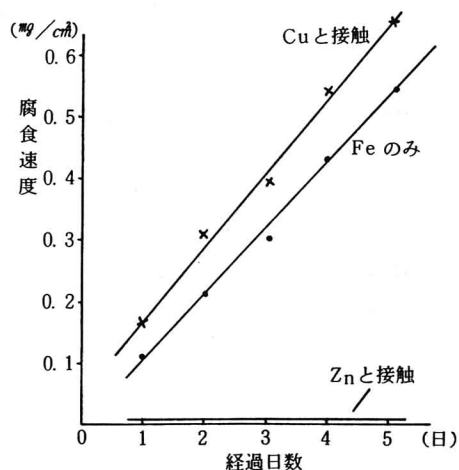

図3 異種金属の接触による鉄の腐食速度
(1) 方 法
- ① 鉄板、銅板、亜鉛板の表面を紙ヤスリでよく磨き、乾いた布でふきとる。
- ② 鉄板(7.5cm×4.5cm)15板、銅板・亜鉛板(4.5cm×4.5cm)各々5枚準備し、各金属の質量を測定する。
- ③ 200mlビーカー5個に鉄板を、5個には銅板を接触させた鉄板を、5個には亜鉛板を接触させた鉄板を入れ、各々に5%食塩水を鉄板が全部ひたるまで入れる。
- ④ 一日ごとにビーカーより鉄板のみ、亜鉛板と接触させた鉄板、銅板を接触させた鉄板をとり出し、各金属の表面をタワシでこすり水洗する。ろ紙で表面の水分を除き風乾する。
- ⑤ 各金属の質量を測定し、各金属の減量(mg)を表面積で除した値を腐食速度(mg/cm^2)としグラフ化させる。
(2) 結 果
- ① 鉄板のみ、銅板に接触させた鉄板はさびを生ずる。鉄板に接触させた亜鉛板より白色物質が生ずる。
- ② 鉄板の腐食速度は、鉄板のみより銅板を接触させた鉄の方が腐食されやすく、亜鉛板を接触させた鉄は全く腐食されない(図3)
- ③ 鉄板と接触させた銅は全く腐食されず、鉄板と接触させた亜鉛板は腐食される。
(3) 考 察